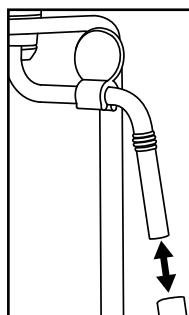

Figura 3
- 1) Coloque un recipiente vacío bajo el espumador de leche ⑩.
- 2) Gire el regulador de vapor ⑦ hasta alcanzar el símbolo "+" directamente después del uso y deje salir vapor durante unos segundos.
- 3) Gire el regulador giratorio ⑦ (hasta el tope hacia el símbolo "-") para cerrarlo, apague el aparato y desenchúfelo.
- 5) Retire la cubierta del espumador de leche ⑩ (figura 3) y límpiela cuidadosamente en agua caliente.
- 7) Vuelva a colocar la cubierta sobre la boquilla (figura 3).